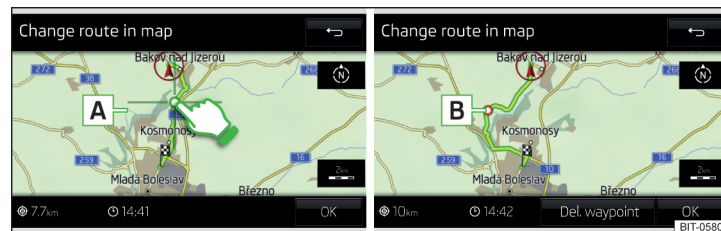

Abb. 243 Routenänderung in der Karte / Routendurchfahrtspunkt
- › Den Bildschirm im Routenbereich berühren und den Kreuzpunkt auf die gewünschte Stelle in der Karte (z. B. » Abb. 243) verschieben.
Der Durchfahrtpunkt » Abb. 243 wird in die Route eingefügt.